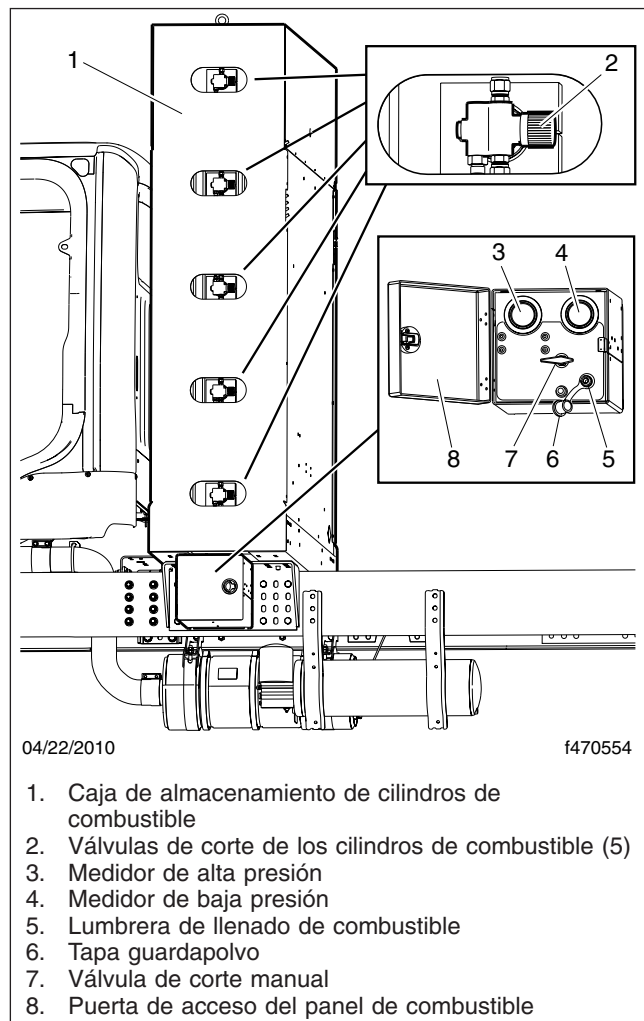

Figura 9, Caja de almacenamiento de cilindros de combustible CNG
- Válvulas de corte de los cilindros de combustible (vea la **Figura 9**).